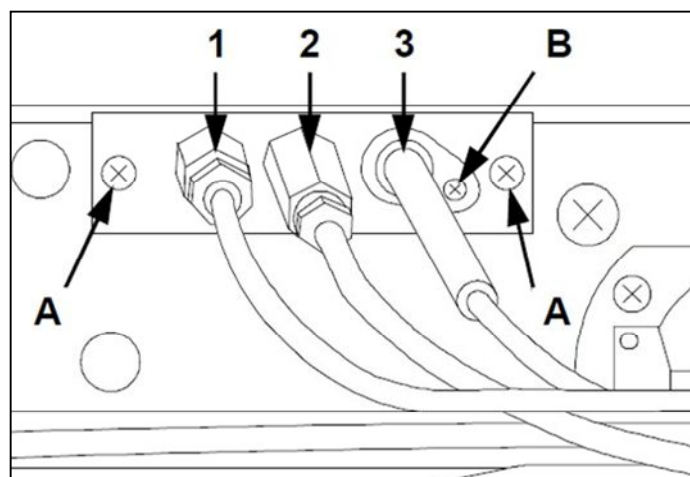

ABB.18
- Schrauben Sie das Thermoelement mit einem speziellen festen Schlüssel ab (ABB. 18-Bez. 1);
- Lösen Sie die 2 Schrauben der STÜTZE (ABB. 18-Bez. A);
- Bauen Sie den neuen Piloten (ABB. 18-Bez. 2) gemäß den oben genannten Phasen wieder zusammen.
- Entfernen Sie die Zündkerze, indem Sie die SCHRAUBE (ABB. 18-Bez. B) herausdrehen;
- Setzen Sie die neue ZÜNDKERZE (ABB. 18-Bez. 3) wie oben beschrieben wieder ein.